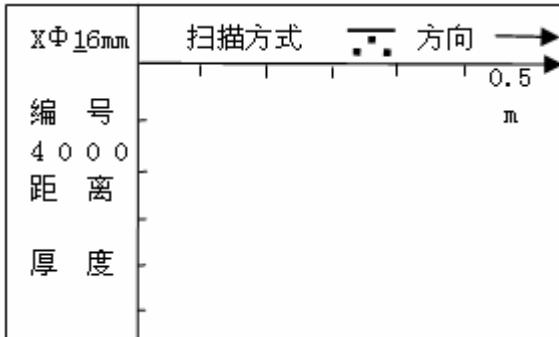

图 3-11 剖面钢筋 0.5m 扫描界面
0.5m 的剖面钢筋扫描界面如图 3-11 所示, 首先设置工程信息, 纵向钢筋的直径 (默认值为 16mm) 和编号 (首位固定为 4), 按  $\leftarrow$ 、 $\rightarrow$  键移动光标位置, 按  $\uparrow$ 、 $\downarrow$  键可调整光标位置的数值, 按  $\text{返回}$  键返回功能选择界面。完成以上设定后按  $\text{确定}$  键确认设置, 并进行探头自校正, 此时探头必须放置在空气中, 远离强磁场干扰, 在屏幕上出现  $\text{wait!}$ , 当  $\text{wait!}$  消失后, 探头自校正完毕, 此时可进入检测状态。